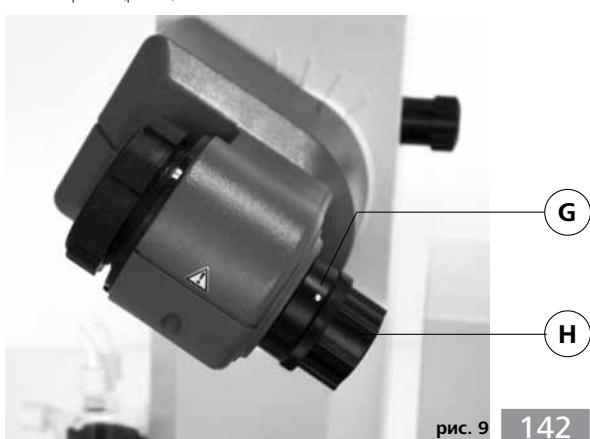

рис. 9 142
- ☞ Откройте фиксатор паропроводной трубы (G), повернув его на 60° против часовой стрелки (рис. 9).